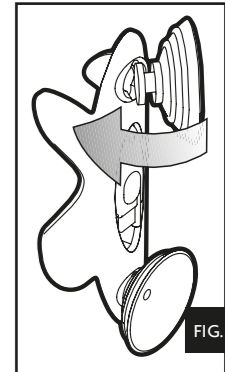

FIG. 2
- Mount the suction cups onto the support provided, inserting them as shown in (fig. 2).
- Montez les ventouses sur le support en les insérant comme en fig. 2.
- 1- druk de zuignappen in de houder zoals te zien op afbeelding 2.
- 1- Ponga las ventosas en el soporte insertándolas como en fig. 2